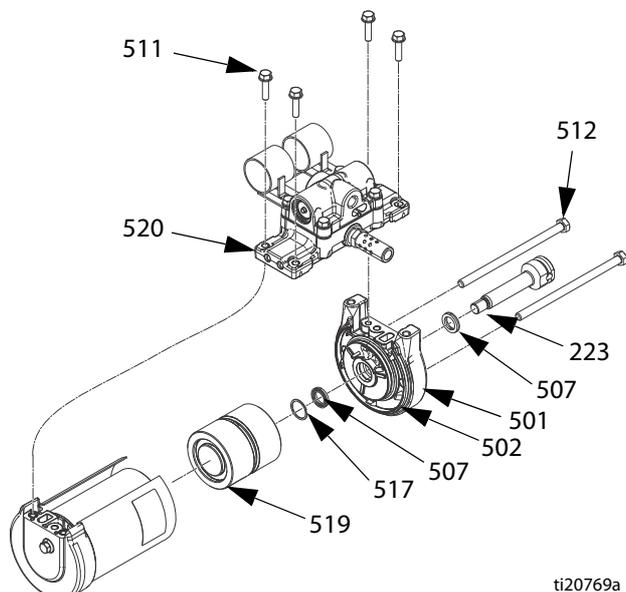

Рис. 50
Разборка (см. Рис. 50).
4. Выкрутите четыре винта (511), чтобы снять узел (520) воздушного коллектора.
5. Снимите два болта (512). Затем осторожно снимите крышку (501) основания пневматического двигателя с остальной части узла пневматического двигателя.
6. Отсоедините стержень (223) от поршня (519) пневматического двигателя и снимите стержень с крышки (501) основания пневматического двигателя.
7. Снимите стопорное кольцо (517) с крышки (501) основания.
8. Снимите два П-образных щелевых уплотнения (507) с горловины крышки (501) основания пневматического двигателя. Выбросьте уплотнения.
- Сборка (см. Рис. 50).*
1. Нанесите водостойкую консистентную смазку на новые П-образные уплотнения (507) и установите уплотнения в горловину крышки (501) основания пневматического двигателя.
2. Установите стопорное кольцо (517) в крышку (501) основания.
3. Осторожно вставьте стержень (223) в крышку основания пневматического двигателя.
4. Нанесите входящий в комплект высокопрочный клей на резьбовые соединения стержня и подсоедините стержень (223) к поршню (519) пневматического двигателя. Затяните с усилием 47–54 Н·м (35–40 футофунтов).